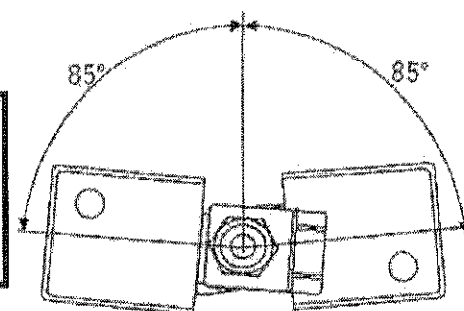

Fig. 5
- Para proteger el actuador de la condensación la válvula debe instalarse horizontalmente, situando el motor por encima del cuerpo de la válvula con un ángulo máximo de 85° (ver fig.5)